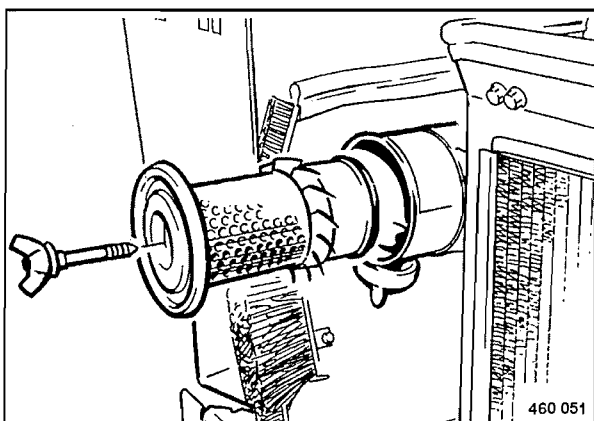

Fig. 85
- Desenroscar la tuerca de mariposa y extraer el cartucho filtrante de aire (Fig. 85) de la carcasa del filtro de aire.